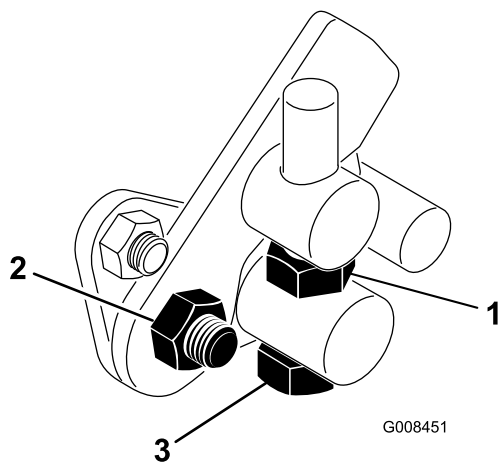

图42
4. 上紧枢轴螺栓上的锁紧螺母和踏板枢轴上的螺母，锁定调整（图42）。检查调整情况，并按需要调整。
1. 松开枢轴螺栓上的锁紧螺母（图42）。